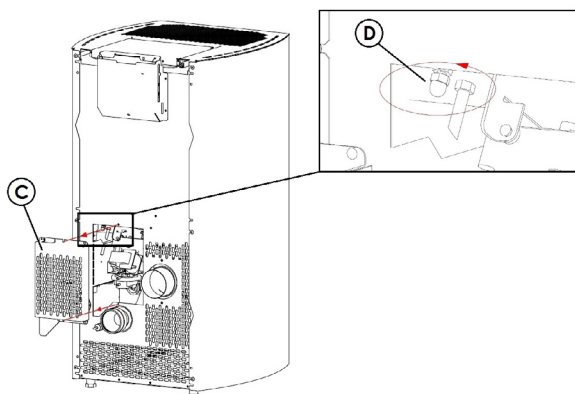

Fig. 64 - Carter verwijderen
- Verwijder de inspectiecarter "C" aan de rugzijde van de carter (zie Fig. 64 op pag. 32).